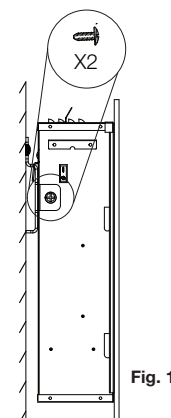

Fig. 1
- Remove the wall mounting bracket from the appliance by unscrewing the 2 screws holding the wall mounting bracket to the appliance (**Fig. 1**).
- Retirez le support de montage mural de l'appareil en dévissant les 2 vis servant à fixer le support de montage mural à l'appareil. **(Fig. 1)**.